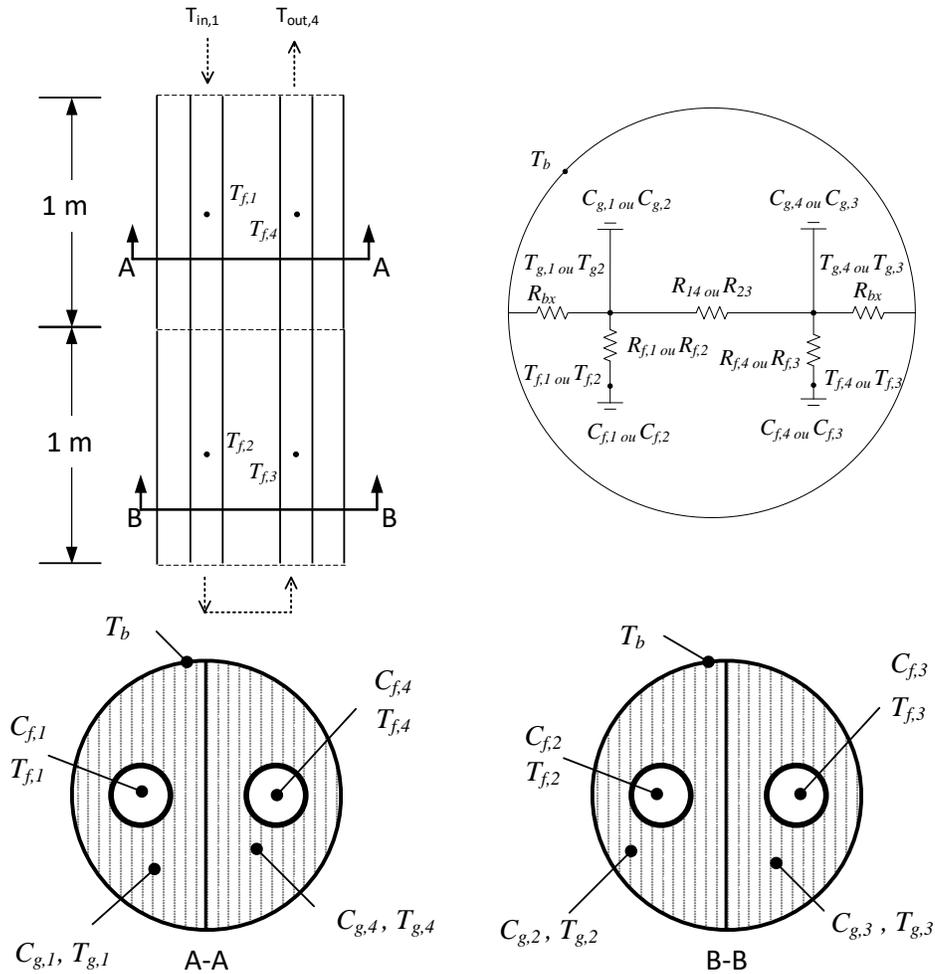

Figure 4.1
Ce problème porte sur l'élaboration d'un modèle de type TRC pour un puits géothermiques munis de deux tuyaux tel que montré à la Figure 4.1. Le puits est divisé en quatre parties soit deux disques selon la direction axiale dans lesquels se trouvent deux demi-lunes.
- En utilisant la nomenclature de la Figure 4-1, établir un système d'équations de type TRC permettant de déterminer l'évolution temporelle de toutes les températures (fluide et coulis) dans les quatre parties du puits lorsque la température d'entrée,  $T_{in_1}$  varie. **[1 point]**